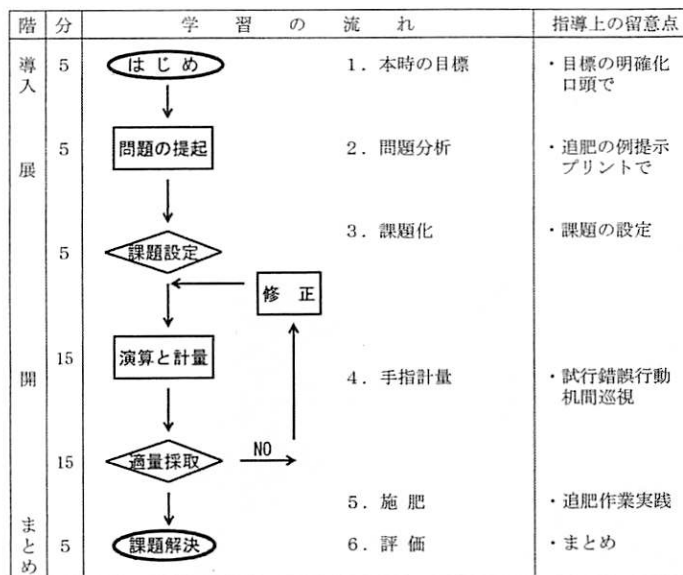

図2
(5) 課題の目標
(6) 指導計画 おおむね6時間（34頁の指導計画参照）。本時は4/6。
(7) 本時について
①目標
②展開（図2参照）
③評価
(8) 授業の参観の視点